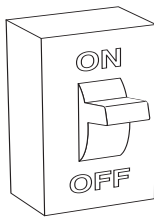

Fig. 14 – Mise sous tension
8. Mettez la chaudière sous tension (ON) et attendez une minute. Consultez la Fig. 14.